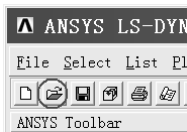

图 10-4 “OPEN ANSYS File”按钮
(3) 单击“14.0: ANSYS Mechanical APDL Product Launcher [Profile:***La...”窗口中“License:”方框后的倒立三角形图标,选中“ANSYS LS-DYNA”。
(4) 在“14.0: ANSYS Mechanical APDL Product Launcher [Profile:***La...”窗口中的“Working Directory:”方框内找出“D:\Ch10\frame_earthquake”目录。
(5) 在“14.0: ANSYS Mechanical APDL Product Launcher [Profile:***La...”窗口中的“Job Name:”方框内找出“D:\Ch10\frame_earthquake”目录中的“frame_earthquake.db”文件。
(6) 单击“14.0: ANSYS Mechanical APDL Product Launcher [Profile:***La...”窗口中的“Run”按钮,弹出 ANSYS LS-DYNA 操作界面。
(7) 单击 ANSYS LS-DYNA 操作界面左上角处的“OPEN ANSYS File”按钮(见图 10-4),打开“D:\Ch10\frame_earthquake”目录中的“frame_earthquake.db”文件。打开该文件后,图形界面中显示出框架结构。